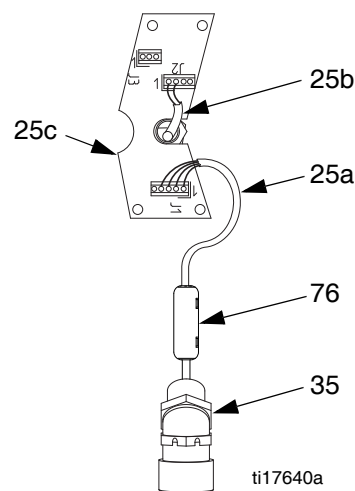

Fig. 29. Collegamenti della scheda elettronica
- a. Vedere FIG. 29. Scollegare il cavo del trasduttore (25a) da J1 sulla scheda elettronica (25c). Rimuovere e conservare la ferrite (76).
- c. Scollegare i fili di campo del circuito IS da J2 e J3 sulla scheda elettronica e dalle due morsettiere (46). Scollegare i cavi del sensore di posizione dalle due morsettiere. Conservare le morsettiere.
- e. Svitare i raccordi conduttivi (74a e 35) dall'alloggiamento dell'ingranaggio. Estrarre il raccordo a 45° (35) e il condotto del trasduttore dall'alloggiamento. Non scollegare il trasduttore dalla porta di uscita (P).
- f. Scollegare il sensore di posizione e le parti di collegamento dall'alloggiamento dell'ingranaggio (1). Vedere pagina 22. Assicurarsi di rimuovere l'adattatore del sensore di posizione (78). Conservare queste parti.
11. Svitare i dadi di blocco (15) dai tiranti (3). Rimuovere l'intera sezione del fluido. Svitare i tiranti (3) dalla carcassa degli ingranaggi.